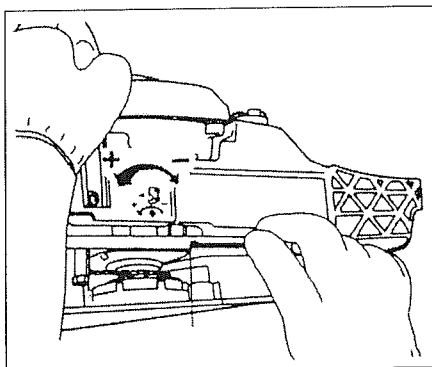

Fig.2-1C
Using a minus screwdriver turn the adjusting screw (1) counterclockwise to decrease the quantity and turn it clockwise to increase the quantity. (Fig. 2-1C)
La quantità di olio per la catena scaricata attraverso il sistema di lubrificazione é stato regolata in fabbrica sul massimo. Regolare la quantità secondo le condizioni di impiego. Servendosi di un cacciavite a punta piatta, girare la vite di regolazione (1) in senso antiorario per ridurre la quantità, e in senso orario per aumentare la quantità. (Fig. 2-1C)
La cantidad de aceite para la cadena que se descarga a través del sistema de lubricación, es ajustada en la fábrica al máximo. La cantidad deberá ajustarse de acuerdo con las condiciones de operación. Utilizando un des-tornillador de menos, gire el tornillo de ajuste (1) en el sentido contrario de las manecillas del reloj para reducir la cantidad y en el sentido de las manecillas del reloj para aumentarla cantidad (Fig.2-1C)
Tourner la vis de réglage (1) au moyen d'un tournevis conventionnel dans le sens inverse des aiguilles d'une montre pour diminuer la quantité d'huile et dans le sens des aiguilles pour augmenter la quantité. (Fig. 2-1C)
Die Schmiermenge wurde werkseitig auf maximale Schmierung voreingestellt, kann jedoch in Übereinstimmung mit den jeweiligen Einsatzbedingungen reguliert werden. Die Regulierschraube (1) zum Verringern der Schmiermenge mit einem Schlitzschraubendreher nach links drehen bzw. zum Anheben nach rechts. (Fig. 2-1C)
Den mängd olja som matas genom smörjningssystemet har justerats på fabriken. Justera oljemängden efter arbetsförhållandena. Använd en skruvmejsel med platt klinga och vrid justeringsskruven (1) i moturs riktning för att minska oljemängden, och vrid den i medurs riktning för att öka oljemängden. (Fig.2-1C) Försök inte att vrida skruven förbi nivåmarkeringarna.